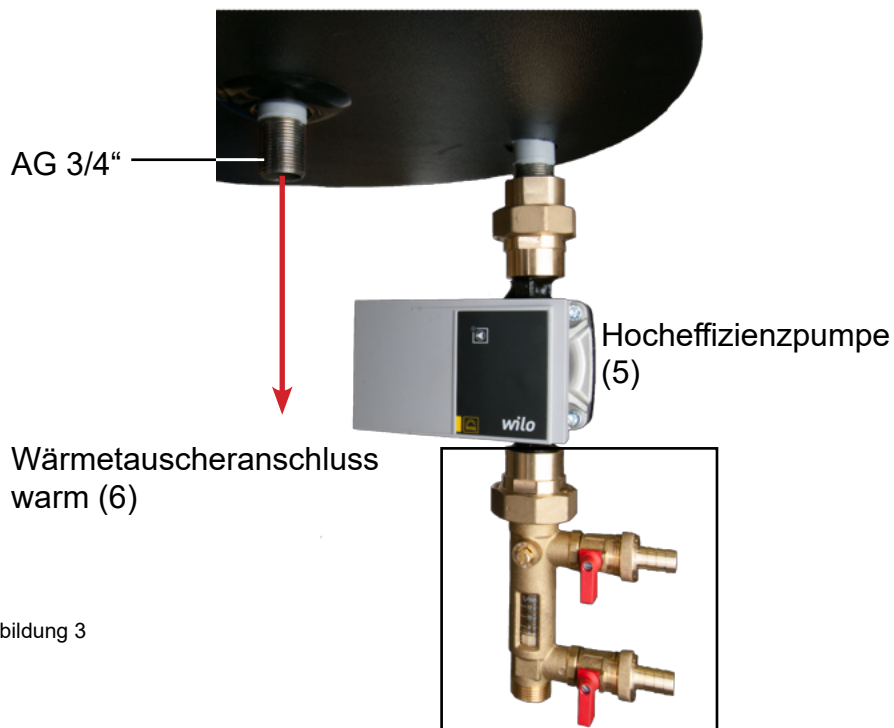

Abbildung 3
Verbinden Sie die SolBox mit dem Wärmetauscher im Speicher. Nutzen Sie dazu die Anschlüsse (6) und (10) - siehe Abbildung 3 // 5.